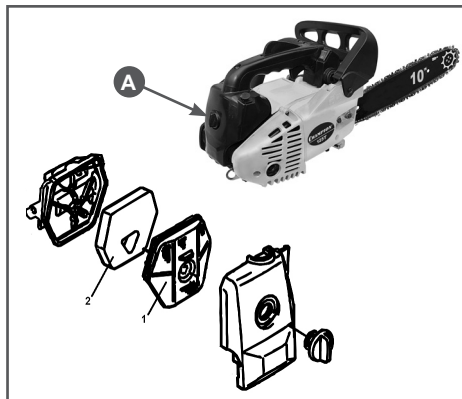

Рис. 22 Обслуживание воздушного фильтра
1. Открутите гайку А и снимите крышку воздушного фильтра (Рис. 22).
2. Извлеките фильтрующие элементы 1, 2 из опоры воздушного фильтра (Рис. 22).
4. Очистите капроновый фильтрующий элемент (1) мягкой щеткой. Поролоновый элемент (2) промойте чистой, теплой мыльной водой и просушите. Смочите поролоновый фильтрующий элемент чистым моторным маслом. Лишнее масло отожмите.